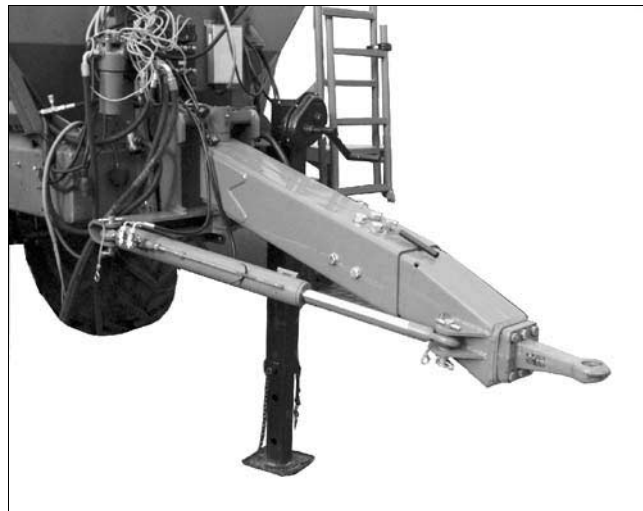

Fig. 10
- Trail-Tron Gleichspurdeichsel (Fig. 10) ausgerüstet werden (nur **ZG-B 7001 precis**).